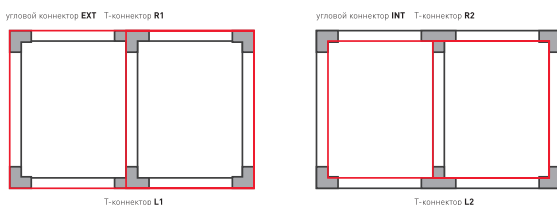

Рисунок 2.
- 2) На комплектующих есть соответствующие обозначения контактов, визуально различие заметно по расположению заземляющего контакта (рис.2).